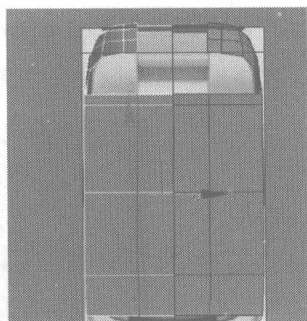
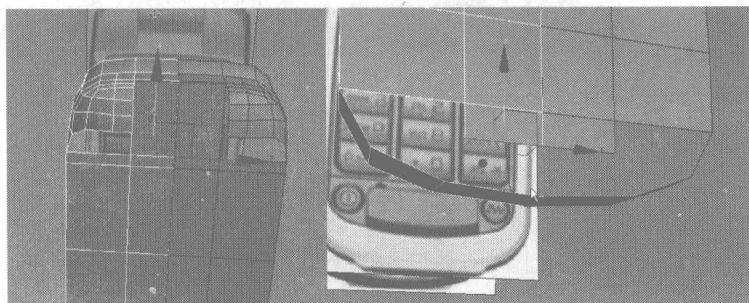
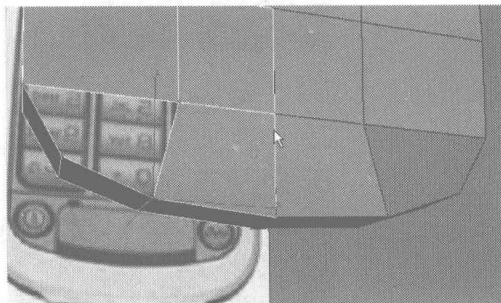

图 4.246
图 4.247
图 4.248
- 07** 在 Front 视图添加如图 4.246 所示的边线, 再分别拉伸如图 4.247 所示的边线, 然后切换为节点编辑, 单击右键, 在弹出的快捷菜单中选择 Target Weld 命令, 将拉伸出来的面上的节点焊接, 如图 4.248 所示。